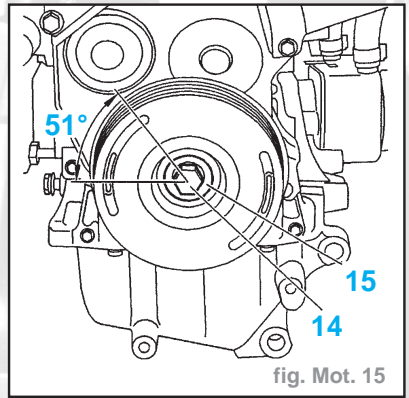

fig. Mot. 15
- Enduire la vis (14) de Loctite FRENETANCH (fig. Mot. 15).
- la vis (14) avec la rondelle (15) serrage à 4 daN.m + 51° (fig. Mot. 15)
- Déposer l'outil (6).